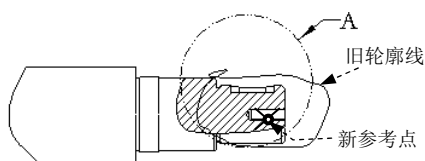

图 3.10.6 选取新的参考点
Step3. 在系统 选择新的参考点. 单击“确定”完成. 的提示下, 在父项视图的边线上选取一点 (在放大视图上及在父项视图上非边线的地方选取的点, 系统不认可), 此时在选取的点处出现一个十字线, 旧的轮廓线也随之以新参考点为中心显示, 如图 3.10.6 所示。